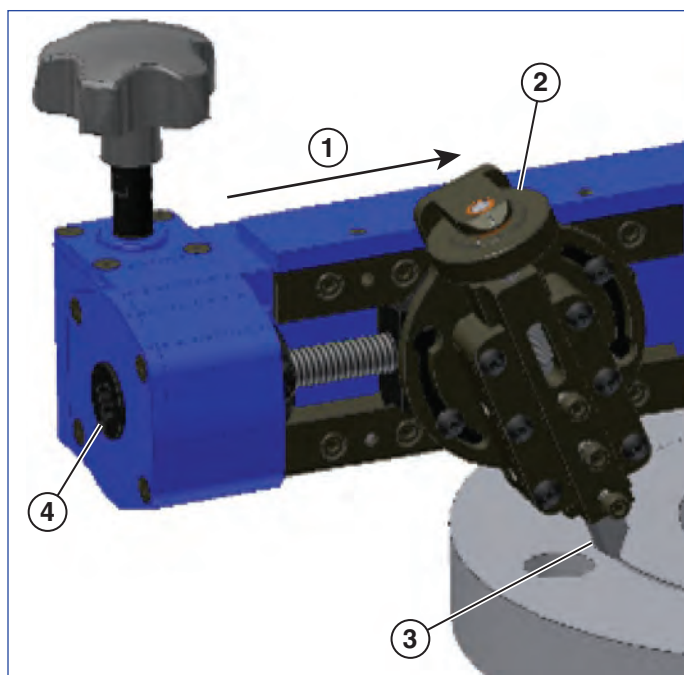

图 12
3. 将棘轮扳手插入进给螺杆末端中。使用深度调节旋钮和棘轮扳手定位刀头，使其略高于工件（见图 12）。